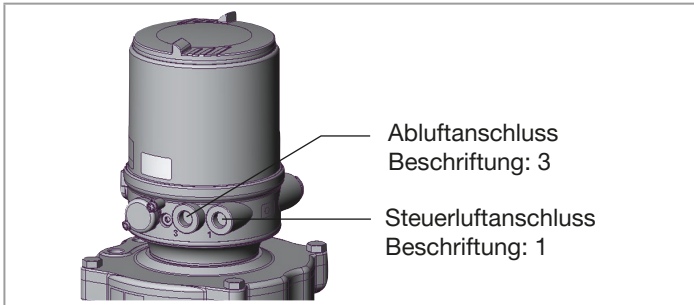

Abb. 16: Pneumatischer Anschluss Typ 8686
- Das Steuermedium an den Steuerluftanschluss (1) anschließen (6...7 bar; Instrumentenluft, öl-, wasser- und staubfrei).
- Die Abluftleitung oder einen Schalldämpfer an den Abluftanschluss (3) montieren (siehe „Abb. 16: Pneumatischer Anschluss Typ 8686“).